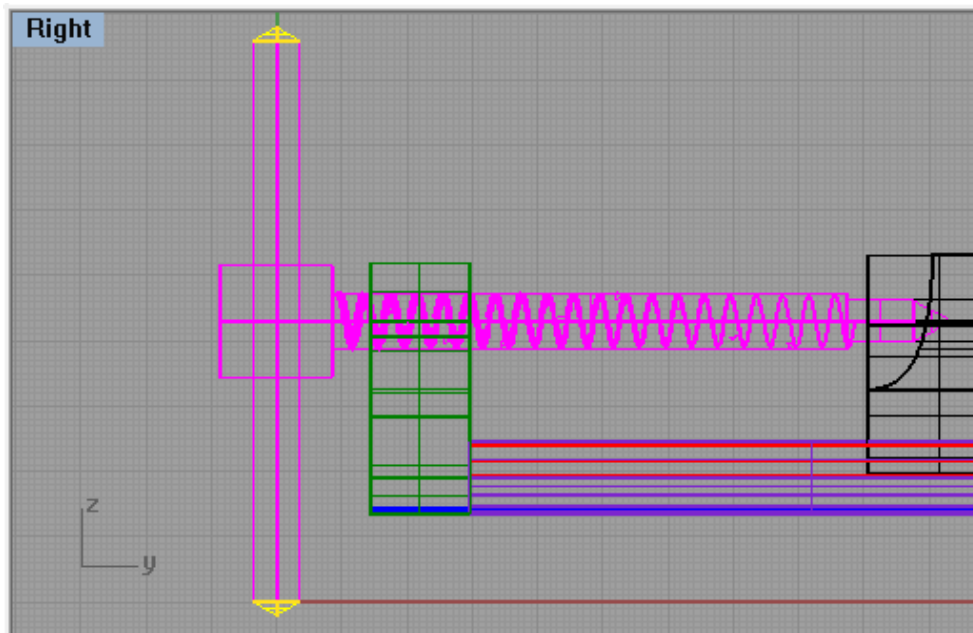

Figura 5.69
22.- Con la opción “Cone” del menú “Solid” crear los bordes del maneral como se muestra en la figura 5.69.